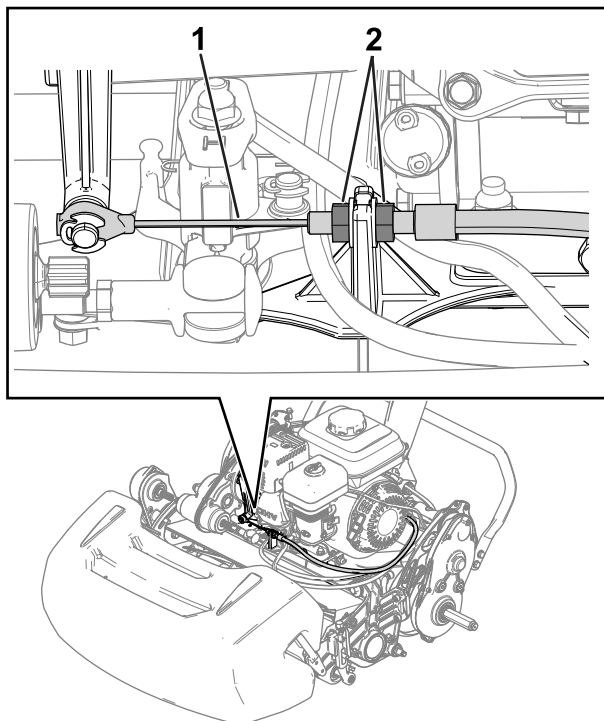
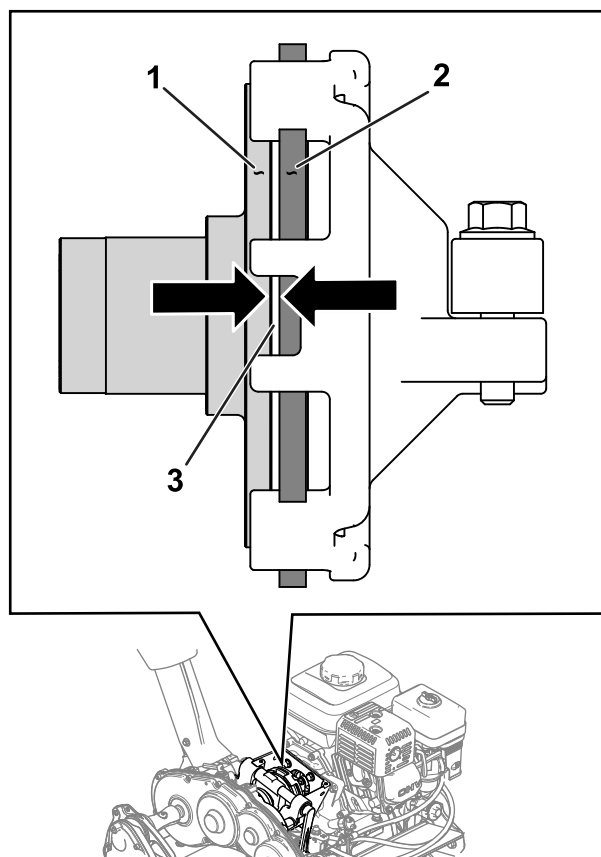

図 34
図 35
2. ジャムナットをゆるめ、走行ケーブルを調整して 図 34フリクションディスクとプレッシャプレートとの間のすきまを 1.1 mm にする 図 35。